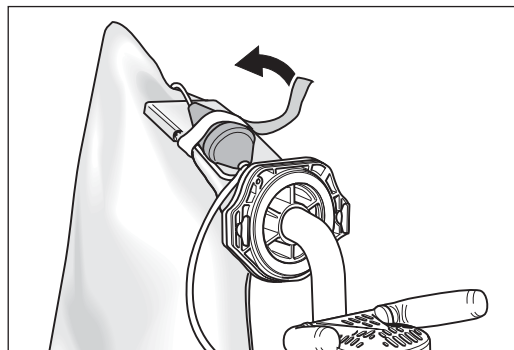

Abb. 6 Die Kupplung des Verlängerungskabels am Staubsack befestigen.
- 2 Befestigen Sie die Kupplung des Verlängerungskabels mit Hilfe der Klettschlaufen am Staubsack (Abb. 6).